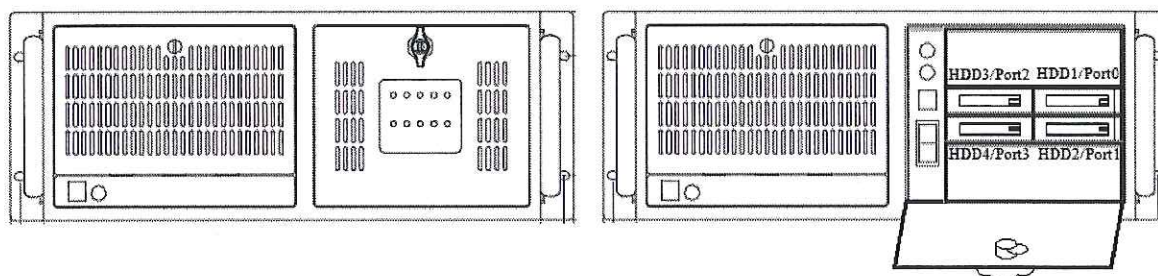

Рисунок 2 - Передняя панель системного блока.
5.3.4.7 На передней панели системного блока (см. рисунок 2) расположены элементы управления и индикаторы: